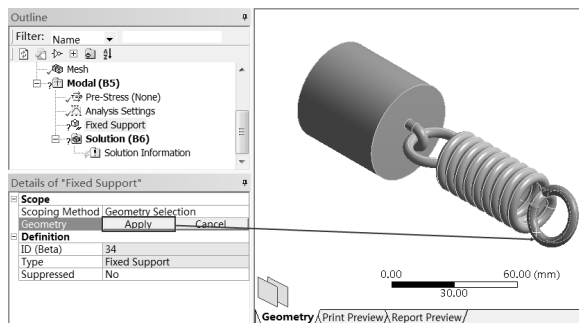

图 10-57 施加固定约束
Step3：单击工具栏中的 （选择面）按钮，然后选择工具栏中的 按钮中的 ，使其变成 （框选择）按钮，选择 Fixed Support 选项，选择实体单元的一端（位于 X 轴最大值的一端），确保 Details of “Fixed Support” 面板 Geometry 栏中出现 2Faces，表明上述两个面被选中，此时可在选中面上施加固定约束，如图 10-57 所示。